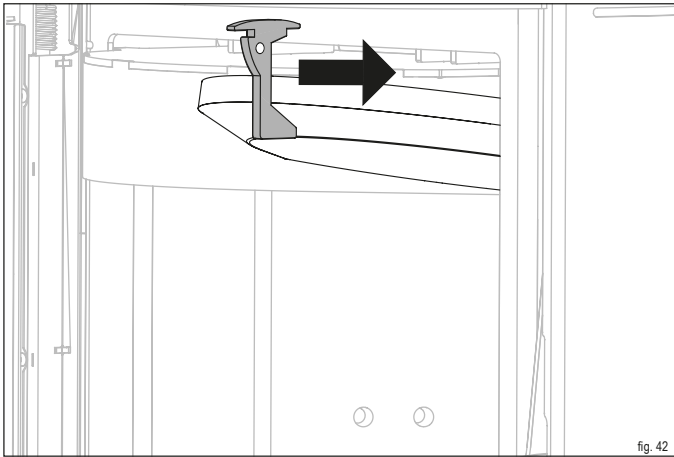

fig. 42
- ▶ Spingere in avanti il supporto della pietra termica (fig. 42).